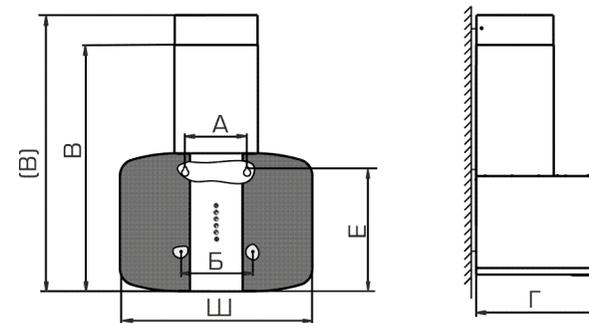

рис. 2
6.1 Крепление кухонной вытяжки (рис. 2):